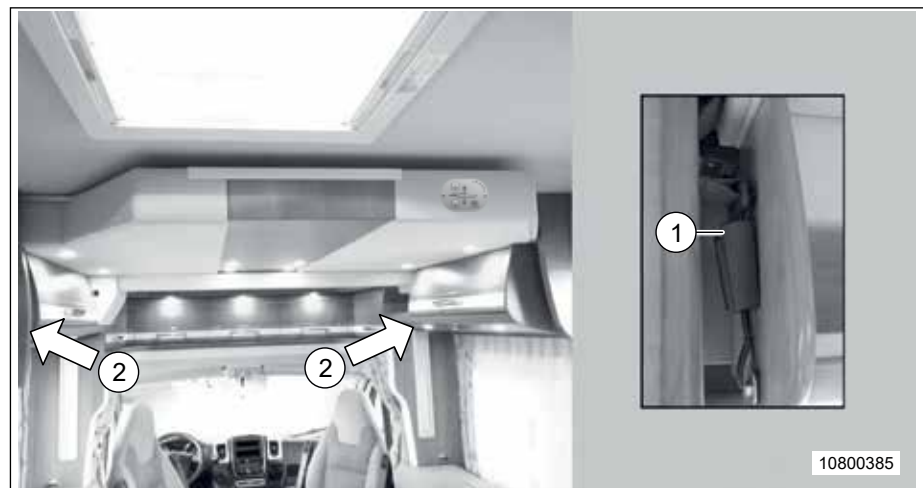

Fig. 62 Lit de pavillon central fermé
2. Déverrouiller les dispositifs de sécurité de la ceinture en appuyant sur le bouton-poussoir orange (Fig. 62, Pos. 1). Les dispositifs de sécurité des sangles se trouvent côté conducteur et côté passager, chaque fois du côté gauche au niveau du lit pavillon/placard de pavillon (Fig. 62, Pos. 2).
5. Pour bloquer le lit de pavillon, verrouiller les deux dispositifs de sécurité de la sangle aux placards de pavillon du lit de pavillon (Fig. 62, pos 2).